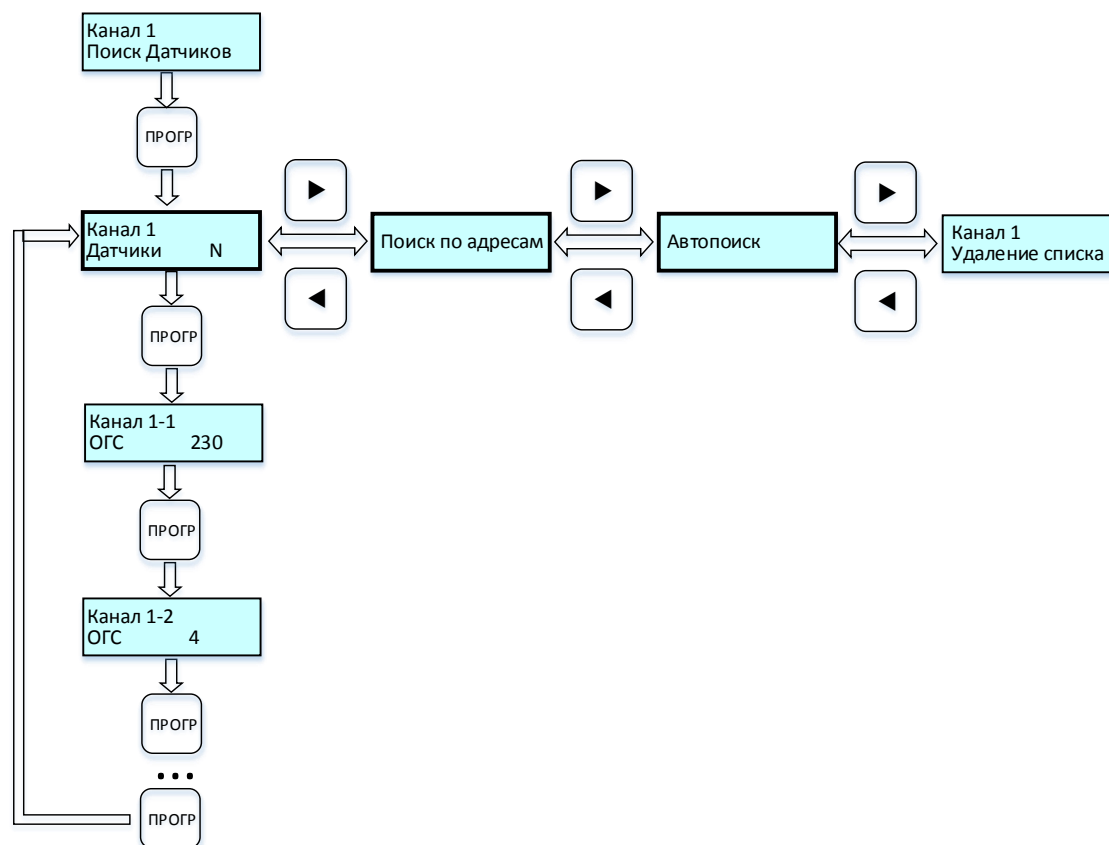

Рисунок 17 – Циклограмма выводимых сообщений на дисплей при поиске датчиков
2.6.12 Пункт «Канал № Поиск Датчиков» основного меню в режиме «Программирование» представлен циклограммой *рис.17*. Меню позволяет: